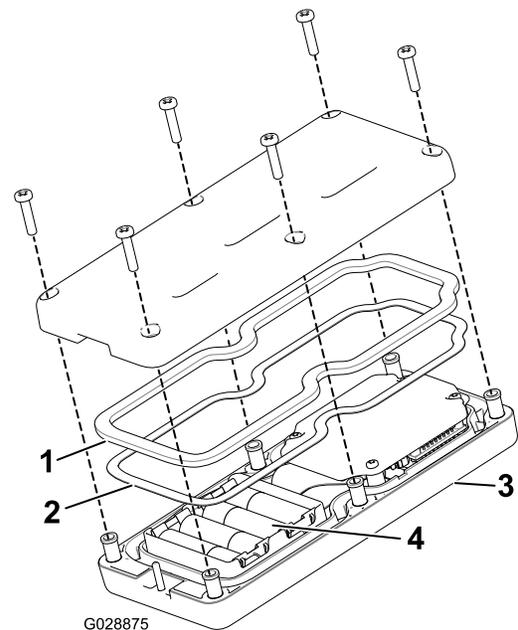

Bild 13
3. Stellen Sie sicher, dass die Stahldichtung und die Gummidichtung im Kanal in der Fernbedienung liegen und setzen Sie die Rückabdeckung auf (Bild 13).
4. Befestigen Sie die Abdeckung mit sechs Schrauben (Bild 13) und ziehen sie bis auf 1,5-1,7 N·m an.
2. Legen Sie jede Batterie in ein Batteriefach ein und achten Sie auf die richtige Polarität. (Wenn die Batterien falsch eingelegt sind, wird das Gerät nicht beschädigt; es funktioniert jedoch nicht.) Das Fach hat Polaritätsmarkierungen für jeden Anschluss (Bild 13).